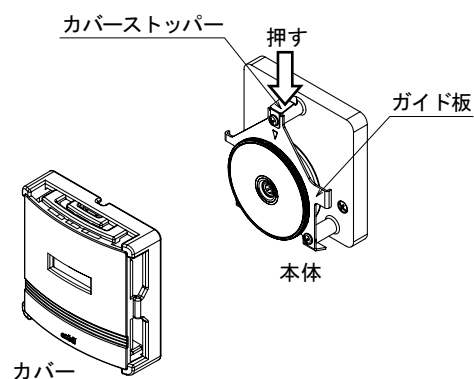

図3 カバーの着脱
- 本体を持つときは、ダイヤルつまみを持たず、ガイド板を持ってください(図3参照)。故障の原因となります。